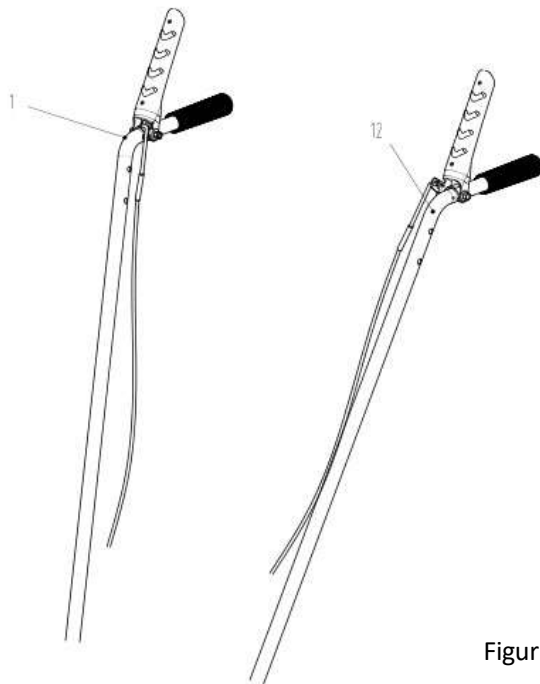
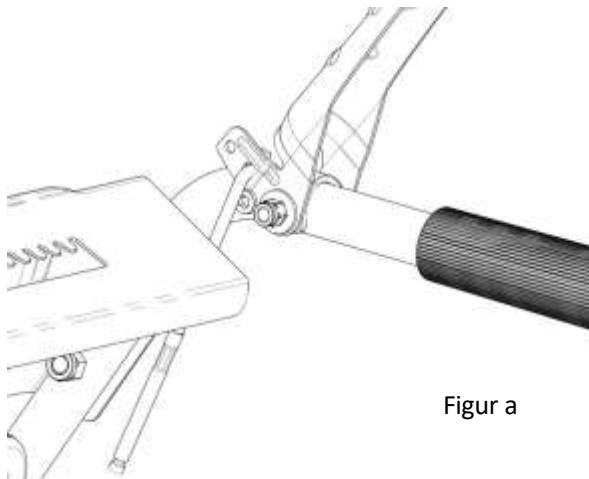

Figur 3
Figur 2
3.2 Montering av handtag (nr 1) (nr 12): Använd M8x35 konkavbultar (nr 4) och 8 st nr 22 enligt figur 2. Montera vänster och höger handtag i monteringshålen på båda sidorna av huset med hjälp av två konkava brickor (nr 5) och M8-fästmuttrar (nr 6) (se figur 3).